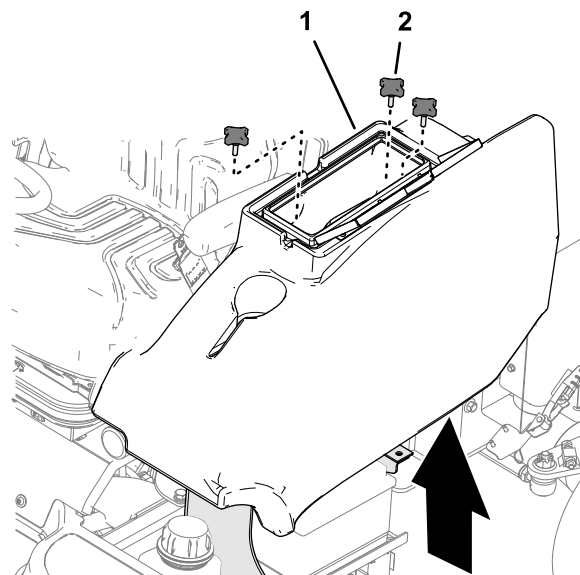

Figura 53
2. Retire os três manípulos que prendem o compartimento de armazenamento à máquina e retire o compartimento (Figura 53).
1. No lado esquerdo da plataforma do operador, abra a porta do compartimento de armazenamento (Figura 53).